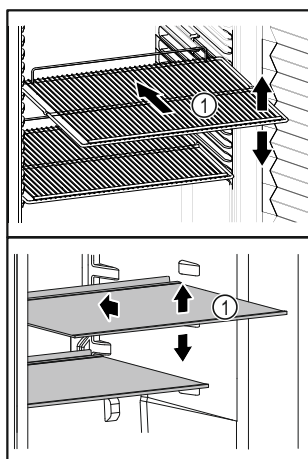

Fig. 86 Immagine a titolo di esempio
- ❑ Se i ripiani Fig. 86 (1) sono spostati, adattare i ripiani in base all'altezza.